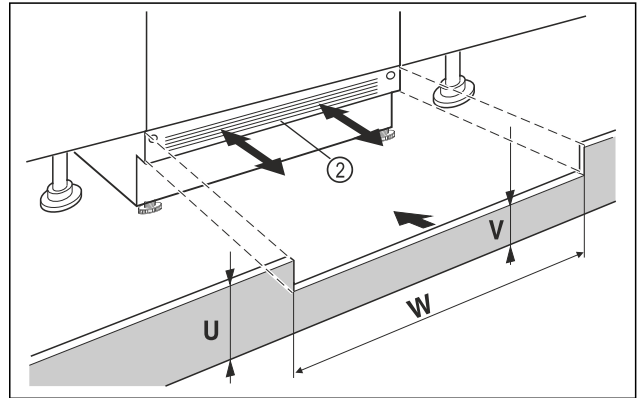

Fig. 71 Représentation à titre d'exemple
- Mettre le panneau de socle de l'appareil Fig. 71 (2) en place sans le fixer.
- Si le panneau de socle est visible Fig. 71 (2), le tirer vers l'avant de sorte à aligner l'avant de la grille d'aération et du panneau de socle du meuble.
- Si le panneau de socle est dissimulé Fig. 71 (2), le pousser entièrement vers l'arrière.
- Veiller à ce que les fentes d'aération soient complètement dégagées : si nécessaire, couper le panneau de socle du meuble Fig. 71 (U) en hauteur !
- Ajuster la hauteur de la traverse Fig. 71 (V) sous le panneau de socle de l'appareil Fig. 71 (2) sur la largeur de la niche Fig. 71 (W).